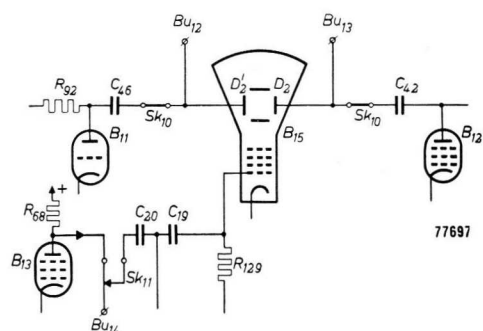

Fig. 4
**Terugslagonderdrukking** — Daar bij iedere ontlading van de condensatoren (dus tijdens de terugslag van de tijdbasis) een negatieve spanningsimpuls op de anode van  $B_{13}$  ontstaat, kan men van deze anode een spanning afnemen (schakelaar  $Sk_{11}$ ) om de elektronenstraal van  $B_{15}$  (via het stuurrooster) te onderdrukken (fig. 4).